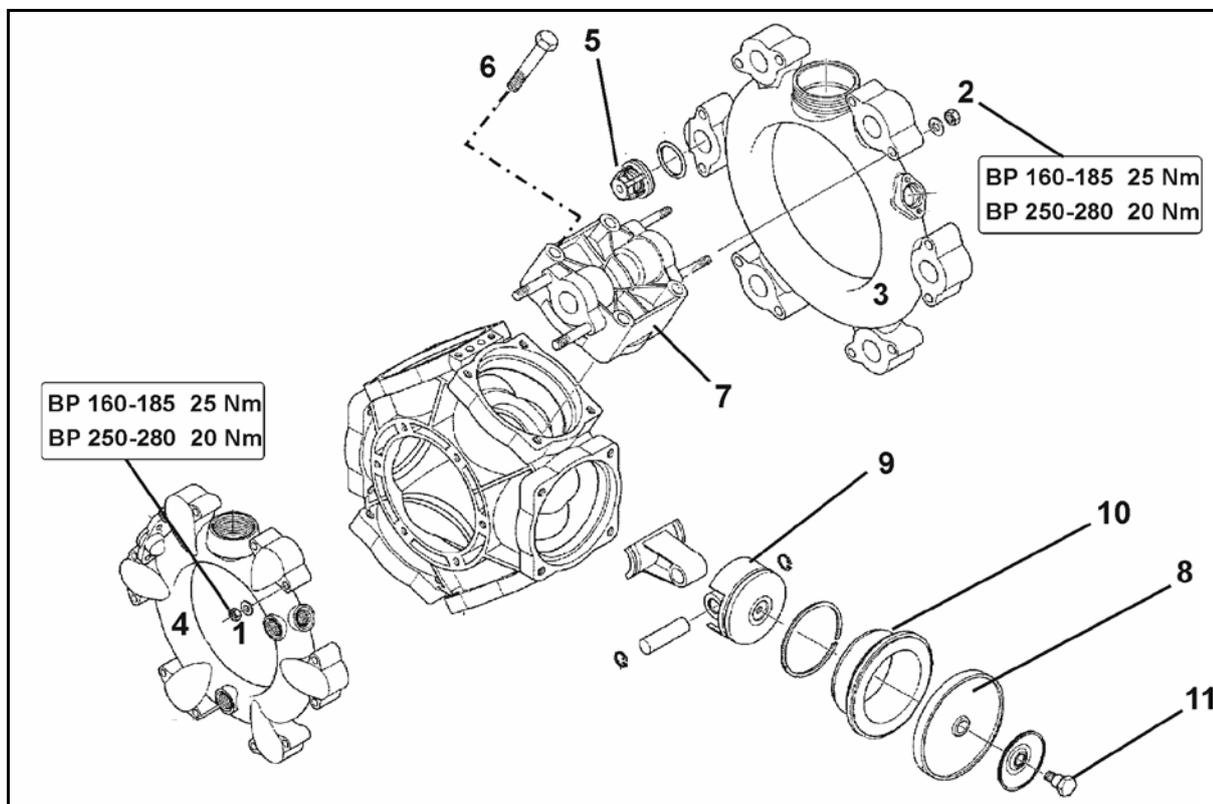

Рис. 186
- Проверьте поршневую мембрану (Рис. 186/8) на безупречное состояние путем демонтажа минимум один раз в год.
- Обратите внимание на монтажное положение клапанов на стороне всасывания и нагнетания, прежде чем вынуть клапанные группы (Рис. 186/5).
- Всегда обязательно заменяйте все поршневые мембраны (Рис. 186/8), даже если только одна мембрана разбухла, сломалась или приобрела пористую структуру.
2. Отверните гайки (Рис. 186/1, 2).
3. Снимите каналы всасывания и нагнетания (Рис. 186/3 и Рис. 186/4).
4. Выньте клапанные группы (Рис. 186/5).
5. Выверните болты (Рис. 186/6).
6. Снимите головку цилиндра (Рис. 186/7).
7. Проверьте поршневую мембрану (Рис. 186/8).
- Закрепляйте поршневые мембраны (Рис. 186/8) такого типа с помощью стопорной шайбы и болта (Рис. 186/11) на поршне (Рис. 186/9), так чтобы край был направлен в сторону головки цилиндра (Рис. 186/7).
- Гайки (Рис. 186/1,2) обязательно затягивать крест-накрест с соблюдением указанного момента затяжки. Неквалифицированное затягивание болтов ведет к перетяжке и, следовательно, к негерметичности.
1. Выверните болты (Рис. 186/11) и снимите поршневую мембрану (Рис. 186/8) в сборе со стопорной шайбой с поршня (Рис. 186/9).
3. Выньте цилиндр (Рис. 186/10) из корпуса насоса.
6. Вставьте цилиндр (Рис. 186/10) обратно в корпус насоса.
7. Вставьте поршневую мембрану (Рис. 186/8).
8. Прифланцуйте головку цилиндра (Рис. 186/7) к корпусу насоса и равномерно затяните болты (Рис. 186/6) крест-накрест.
9. Проверьте, очистите и установите клапанные группы (Рис. 186/5) на место.
11. Прифланцуйте каналы всасывания (Рис. 186/3) и нагнетания (Рис. 186/4) к корпусу насоса.
12. Затяните гайки (Рис. 186/1,2) крест-накрест с моментом затяжки **25 Нм (BP 160-185) / 20 Нм (AR 250-280)**..